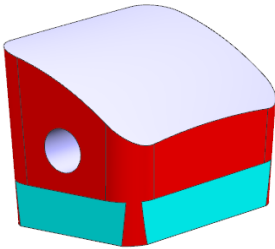

图 7-9 推块的设计参数
- 4) 如图 7-9 所示为推块的设计参数：
- ①推块四周均设计 $3^\circ \sim 5^\circ$ 的脱模角，常取_____（如图 7-9 红色面），底部 4 周设计夹面（蓝色面），高度取 $7\text{mm} \sim \text{_____mm}$ 。